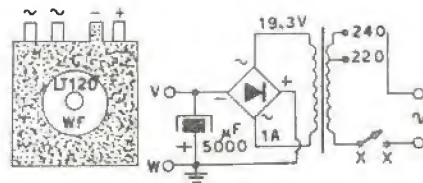

figura 9
- 1) Montare il raddrizzatore a ponte (facendo attenzione che la faccia marcata sia ben visibile) su un qualsiasi foro del trasformatore di alimentazione, per mezzo della vite e del dado in dotazione (figura 9);